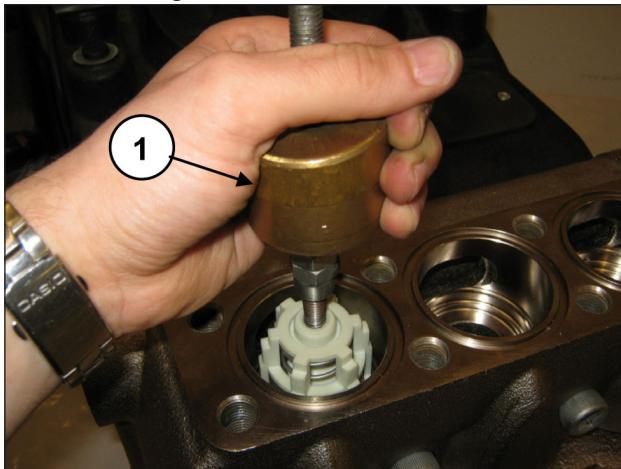

Fig. 137
Extraia o grupo da válvula de descarga por meio de um martelo extrator (cód. 27516400) a ser aplicado no orifício M10 da guia da válvula (pos. ①, Fig. 137) ou, além disso, um possível adaptador M10-M16 (código 25089700) a ser aplicado na rosca M16 da guia da válvula.